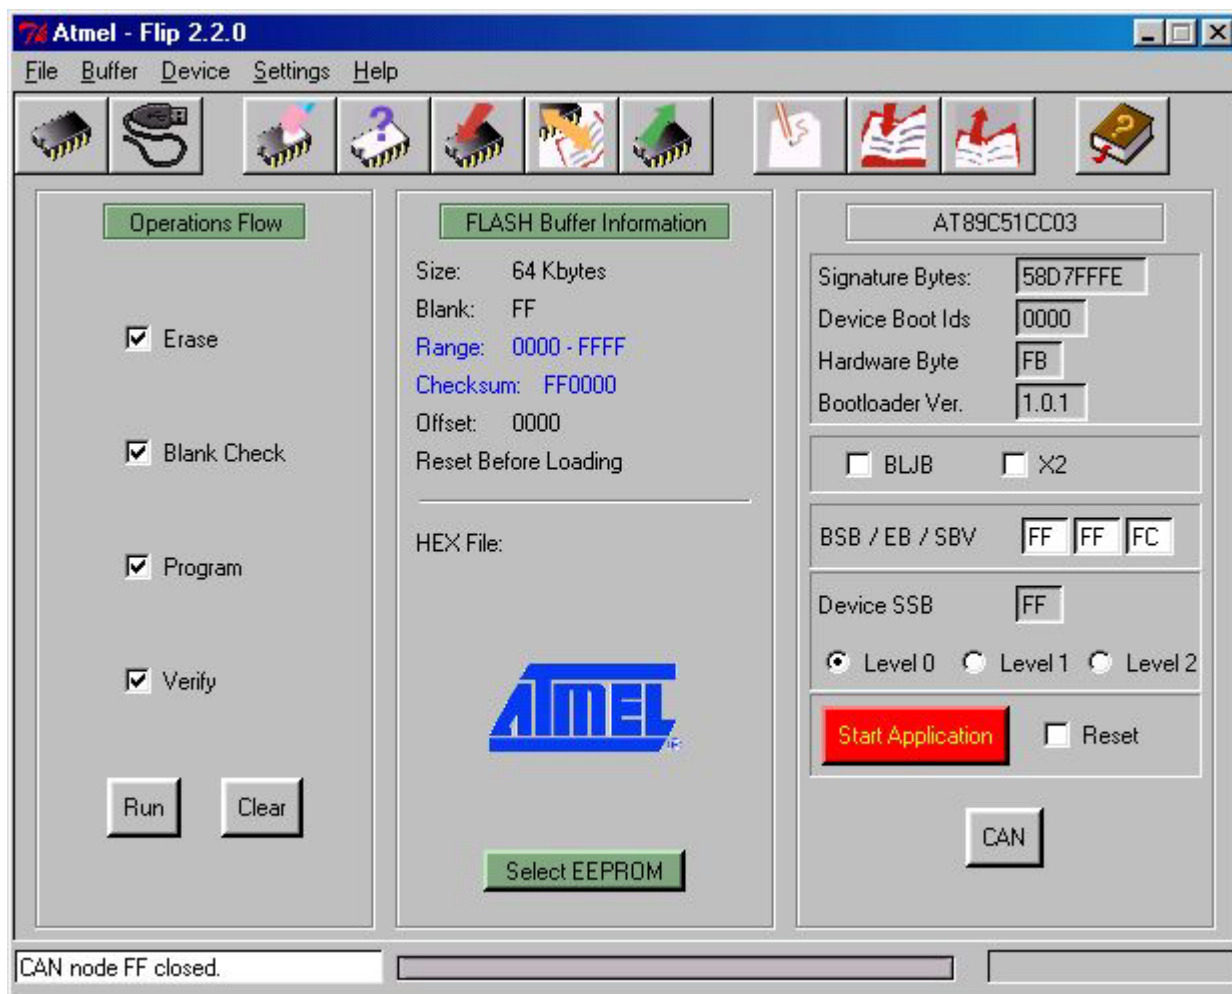

FIGURA 17: FINESTRA SETTAGGIO FLIP (3 DI 3)
- B9) Assicurarsi che nel riquadro "AT89C51CC03" le caselle di testo si popolino analogamente a come si può vedere in figura 17; in particolare la casella "Signature Bytes" deve riportare le stesse cifre.
- B11) Spuntare tutte le caselle del riquadro "Operations Flow" come in figura 17.